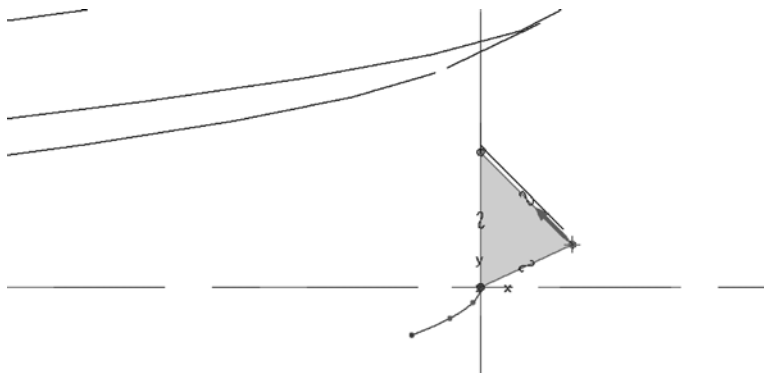

图 13-97 绘制起点剖面
- 6 执行“投影”按钮绘制起点剖面，如图 13-97 所示，然后单击“确定”按钮。起点剖面不旋转。